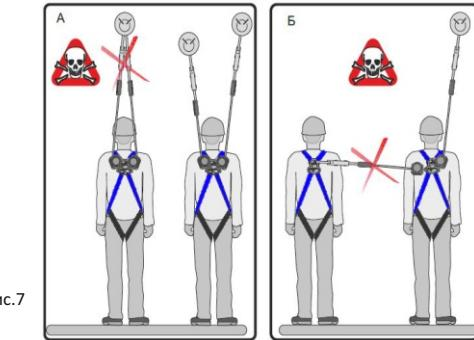

Рис.7
- присоединяться к D-образным колышкам на поясном ремне для остановки падения. **Присоединения к анкерному устройству (рис.7а,б).** Карабины блокирующего устройства крепятся к анкерным точкам или существующим металлическим конструкциям. Форма и строение конструкций должны исключать возможность самопроизвольного сползания и отсоединения устройства.